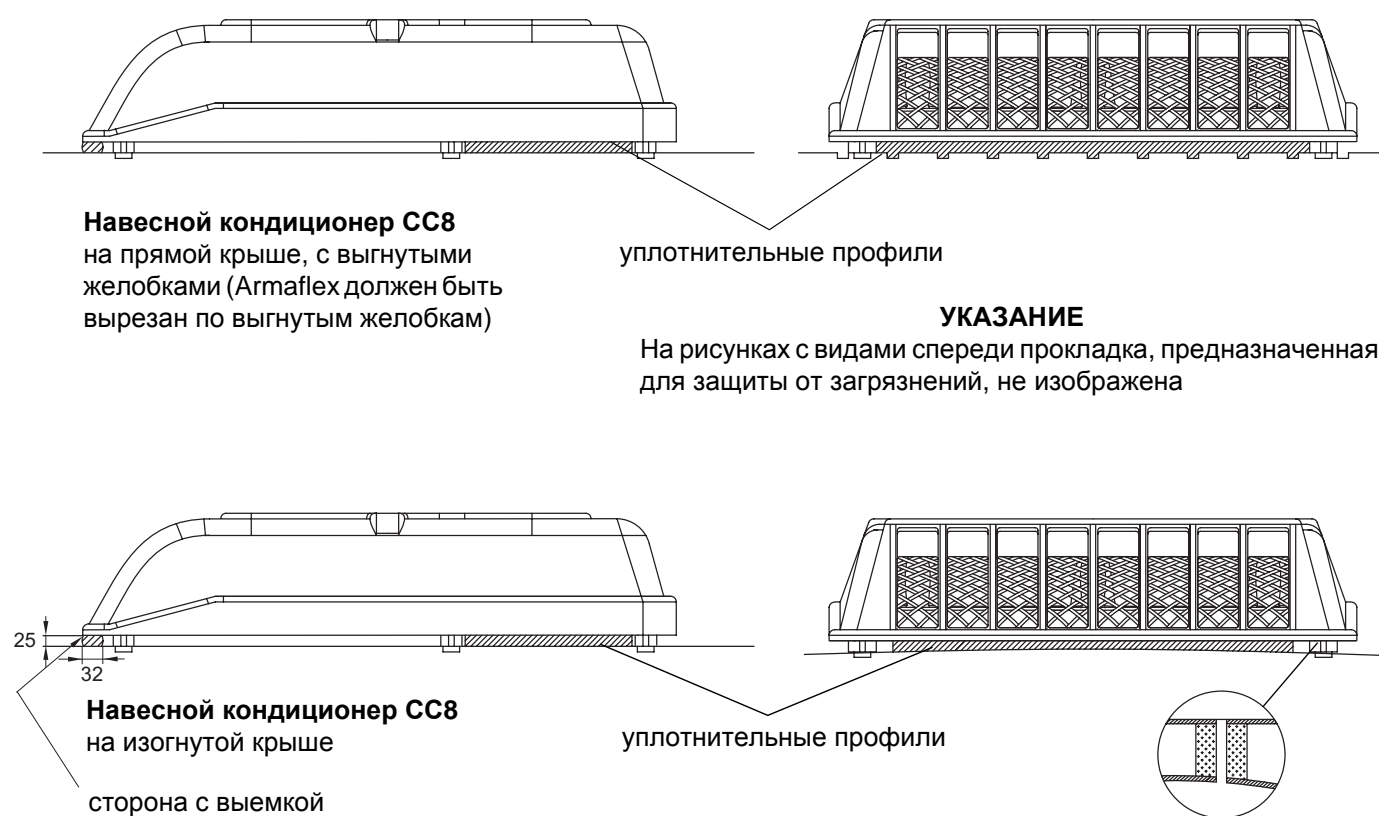

Рис. 406 Герметизация крыши
1. Вырежьте ленты из уплотнительного материала и подгоните их по высоте под контур крыши (выгнутые желобки/канавки/выпуклость крыши) таким образом, чтобы обеспечивалась герметизация контуров (см. Рис. 406).